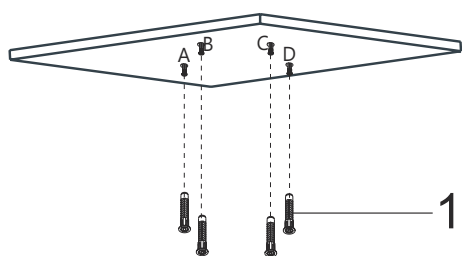

Fig. 8
2. ➤ Sätt in pluggar i de borrhade hålen (Fig. 8).